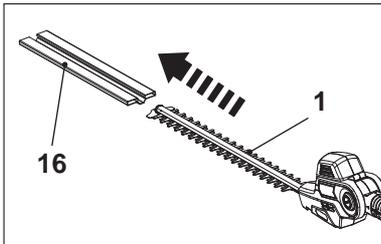

Fig. 3
1. Enlevez le protège-lame [16] de la lame [1] avant utilisation (Fig. 3).